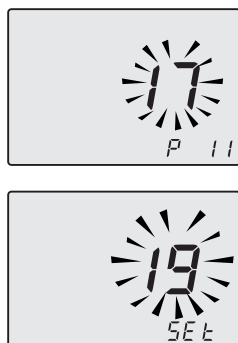

Figura 5.47
- En el display se alternan los mensajes **P11 -SEt** (Figura 5.47).